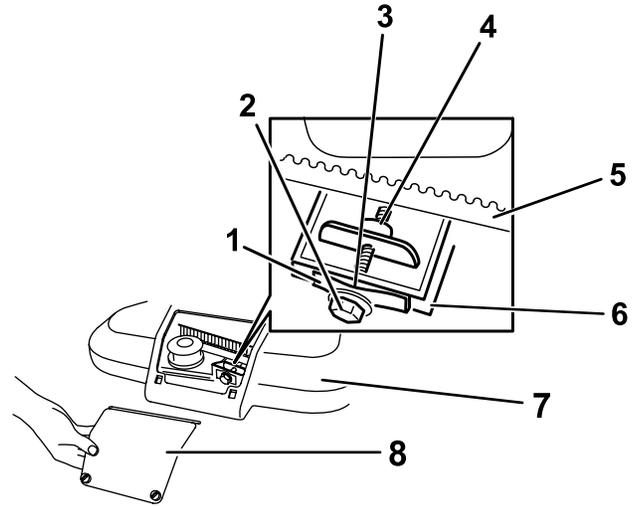

Figure 32
- Desserrez les 2 fixations quart-de-tour sur le panneau d'accès au couvercle de courroie et déposez le panneau (Figure 32).
de réglage jusqu'à ce que la jauge d'épaisseur puisse à peine passer dans l'espace (Figure 32).